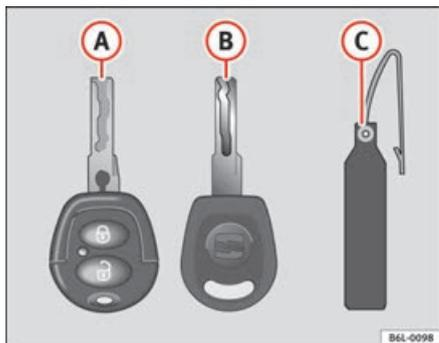

Fig. 46 Jogo de chaves
- uma chave com telecomando ⇒ fig. 46 (A)
- uma chave sem telecomando (B),
- uma etiqueta de plástico (C) com o número da chave.
Só a partir do número da chave na etiqueta de plástico ⇒ fig. 46 (B) é possível confeccionar um duplicado. Por isso: